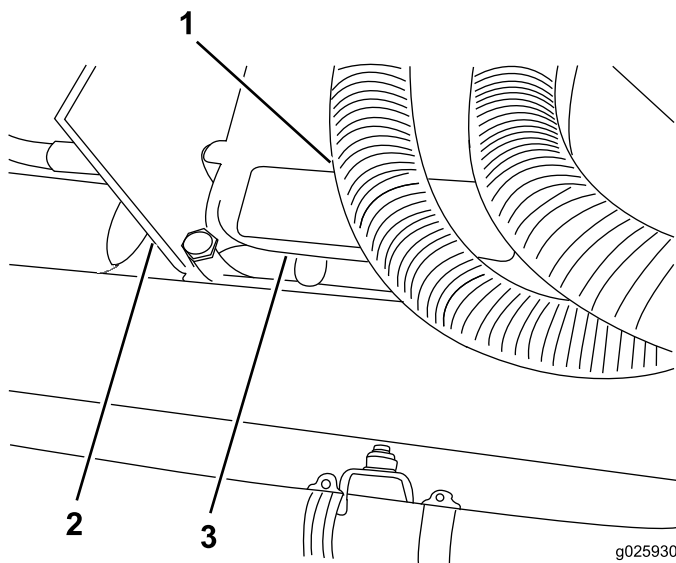

Bild 19
2. **Modell 1750:** Verlegen Sie zum Anschluss des Kabelbaums am elektronischen Steuergerät den Kabelbaum unter der Abdeckung (Bild 19).